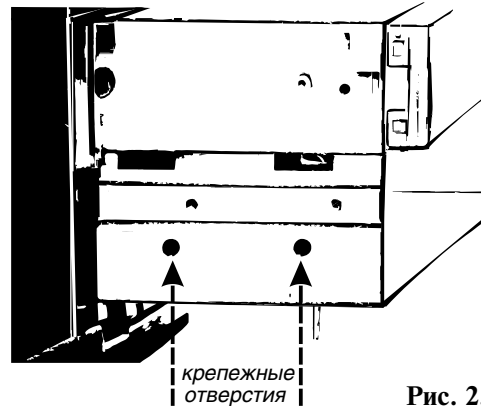

Рис. 2.4
3. Выдвиньте вперед металлический блок. Рис. 2.4.
4. С двух сторон блока открутите винты крепления пластмассового перчаточного ящика. Рис. 2.4.
7. Штатные отверстия, через которые крепился перчаточный ящик, рис. 2.4, необходимо увеличить (рассверлить, раскрутить саморезами).
14. Установите бортовой компьютер в отсек. Штатные отверстия, рис. 2.4, в металлическом блоке через которые крепился перчаточный ящик и крепежные отверстия на кронштейнах, должны совпадать. Наживите и затяните саморезы.